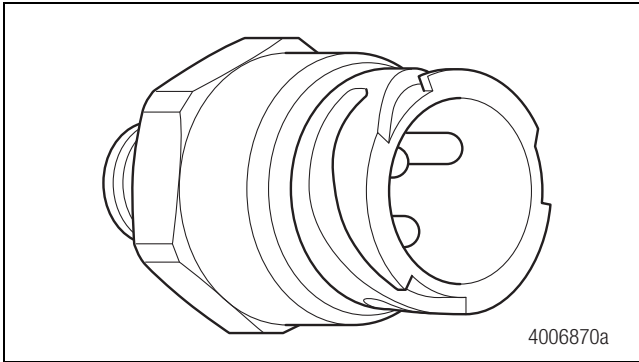

Figura 4.17
5. Desconecte del sensor de presión en el freno el conector del arnés de cableado. Figura 4.17.